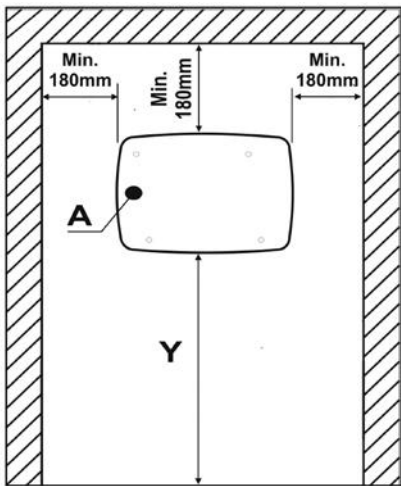

Fig. 2
- (Рис. 2) Убедитесь в том, что место установки электроприбора отвечает указанным требованиям к минимальным размерам. Рекомендуется изменять высоту установки электроприбора в зависимости от того, будут ли им пользоваться мужчины или женщины.
- При помощи трафарета, поставляемого вместе с электроприбором, наметьте местоположение 4 отверстий, учитывая при этом расположение входящих кабелей и необходимость соблюдать указанные минимальные расстояния (Рисунок 2-A).